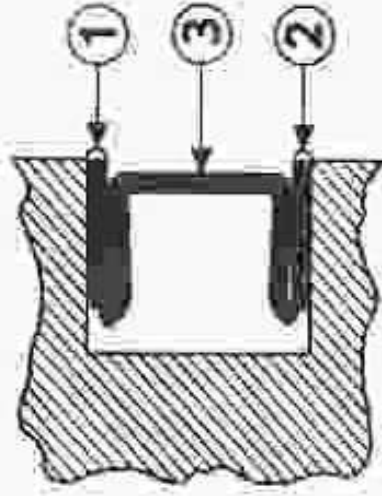

Fig. 1. — Vue en coupe d'un piston avec segment racleur Perfect-Cercle.
Ces segments comportent trois éléments : deux anneaux flexibles de rasage (1 et 2) (fig. 1), en acier chromé sur sa face extérieure de frottement, un intermédiaire expandeur (3), également en acier.